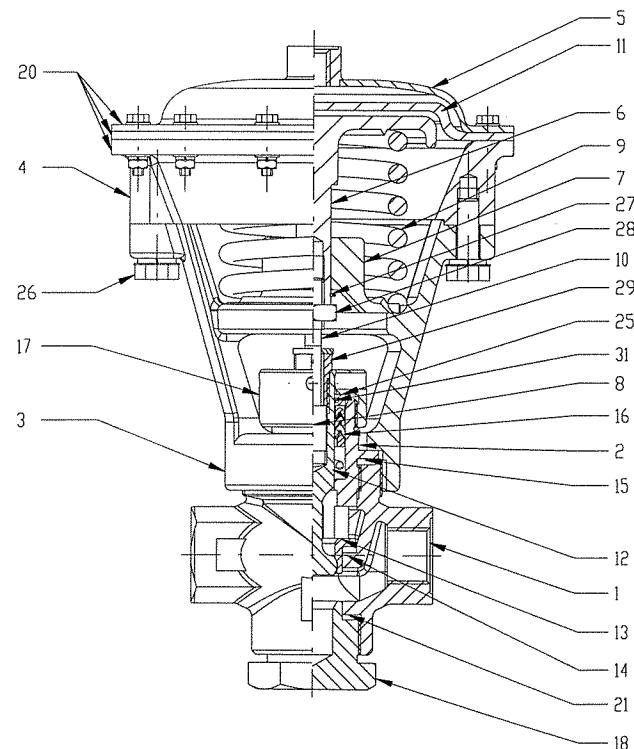
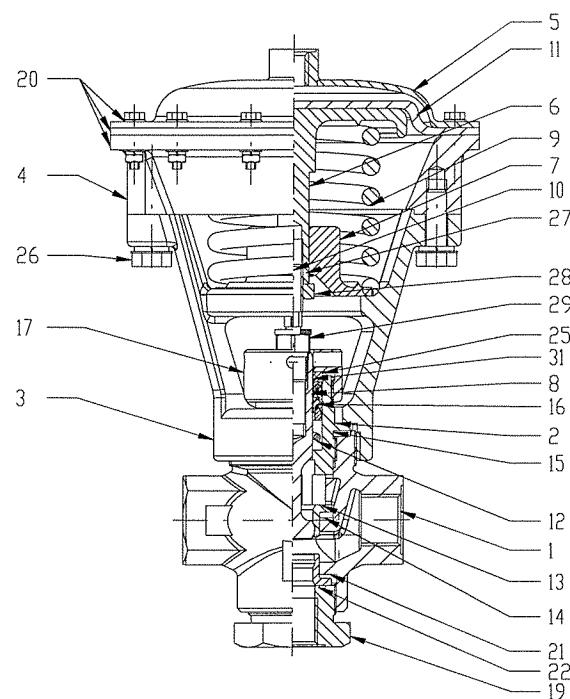

Рис. 1 Мембранные клапаны типа 2VM15ZC, D; 2VM20ZC, D; 2VM25ZC, D; 2VM32ZC, D
Рис. 2 Мембранные клапаны типа 3VMxxxC, D светlost' DN 15, 20, 25, 32
Запасные части поставляет производитель или продавец, на основании самостоятельного заказа. Запасные части не являются составной частью поставки клапанов. В заказе надо указать количество, тип клапана, наименование и заказной номер запасной детали. Перечень запасных деталей указан в Таб.2. Кроме указанных запасных деталей, можно поставить и другие детали клапана по Поз. Рис.: 1, 1а, 2, 3, 3а.
### 6. Демонтаж(Рис. 1, 1а, 2, 3, 3а)
##### Типы 2VMxxОС, D – условный проход 15, 20, 25, 32 (Рис. 1а)
Сборку выполните аналогично, по разделу 6, согласно масштабу демонтажа и ремонту по Рис. 1, 1а, 2, 3, 3а.
**Предупреждение:** При сборке элемента управления с запорной частью, окончательной операцией является завинчивание тяги затвора седла(10) в резьбу диска(6). Тягу завинтите так, чтобы появился зазор между наружным кольцом(27) и диском(6) мин. 2 мм. Зазор на Рис. 1, 2, 3 отмечен буквой „V“. Тягу фиксируйте гайкой(28). Образованный зазор обеспечивает необходимое смещение пружины для затвора седла.
**Типы 2VMxxZC, D – условный проход 15, 20, 25, 32 (Рис. 1) и 3VMxxxС, D – условный проход 15, 20, 25, 32 (Рис. 2)**
Рис. 1а Мембранные клапаны типа 2VM15OC, D; 2VM20OC, D; 2VM25OC, D; 2VM32OC, D
*Легенда к Рис. 1, 1а, 2, 3, 3а:*